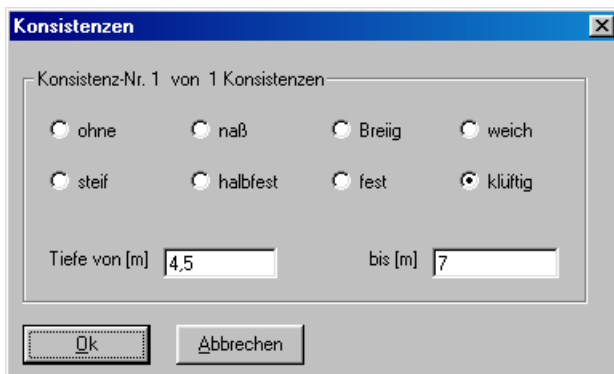

Bild 41 Menü "Konsistenzen"
- Mit Doppelklick in: *Konsistenz* wird das Menü des Bild 41 aufgerufen